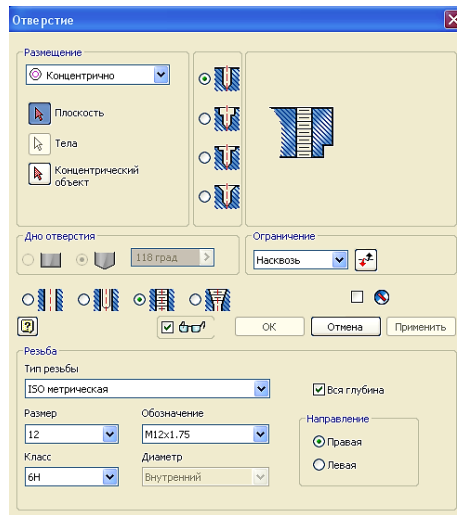

Рис. 3.25. Диалоговое окно «Отверстие»
11. Нажмите кнопку «Отверстие» . Выберите в качестве базовой плоскости верхнюю грань призмы. В появившемся диалоговом окне установите следующие параметры (рис. 3.25).